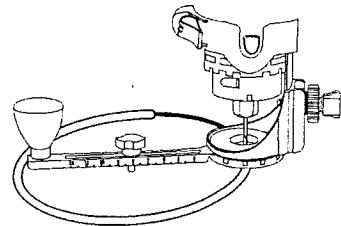

Fig. 14
6. Cuando el motor llegue a la velocidad debida, enderece lentamente la herramienta y el monta cortador de círculos, dejando que la broca penetre la pieza de trabajo (ver la fig. 14). Tenga cuidado mantenga la punta de pivote ubicada en el centro círculo que debe cortar. Cuando se enderece la herramienta y la broca haya traspasado la pieza de trabajo, mueva la herramienta lentamente en sentido horario con una presión sostenida para hacer. Continúe cortando el círculo, manteniendo la herramienta derecha y girando alrededor del punto del pivote del cortador de círculos.